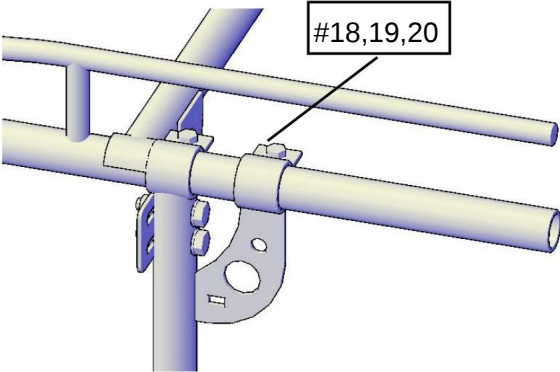

Fig. 7
Fäst med 2-M12x50 bultar(#18), plattbricka(20) och mutter(19) (se Tillbehörsbultsats "B") Dra åt ordentligt men inte helt. (Fig.7)